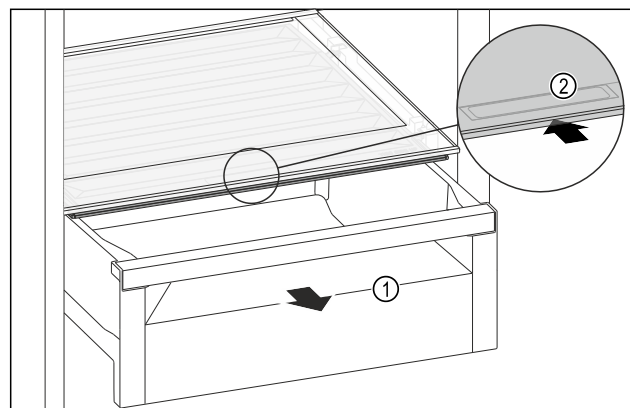

Fig. 124
- ▶ Schubfach *Fig. 124 (1)* herausziehen.
- ▶ Griffmulde Fig. 124 (2) am Fachdeckel anfassen und Fachdeckel gleichzeitig nach hinten schieben.